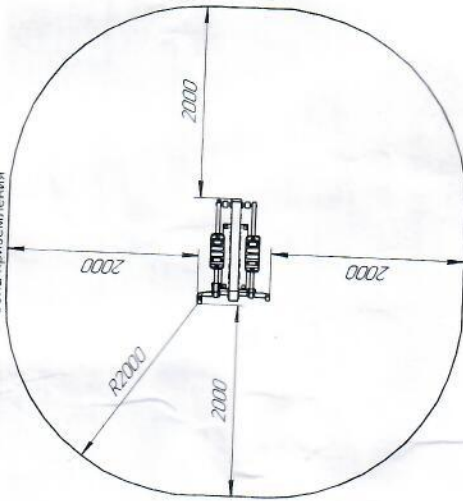

Рис. 2
1- зона для передвижения, 2- зона приземления (см. рис. 2).
- 12.1.3 Размеры минимального пространства для размещения оборудования и безопасные расстояния от оборудования до поверхности площадки указаны на рис. 2